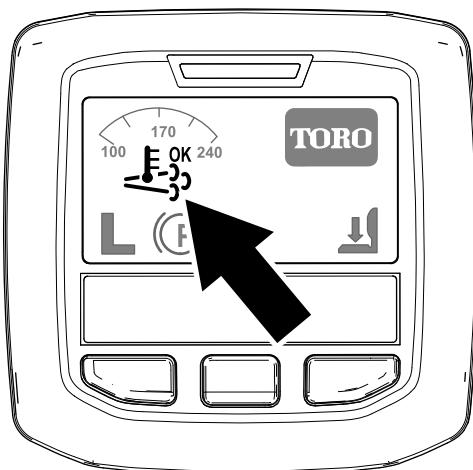

Bild 26
- Das Symbol für die unterstützte bzw. Rücksetzen-Regenerierung wird im InfoCenter angezeigt (Bild 26).